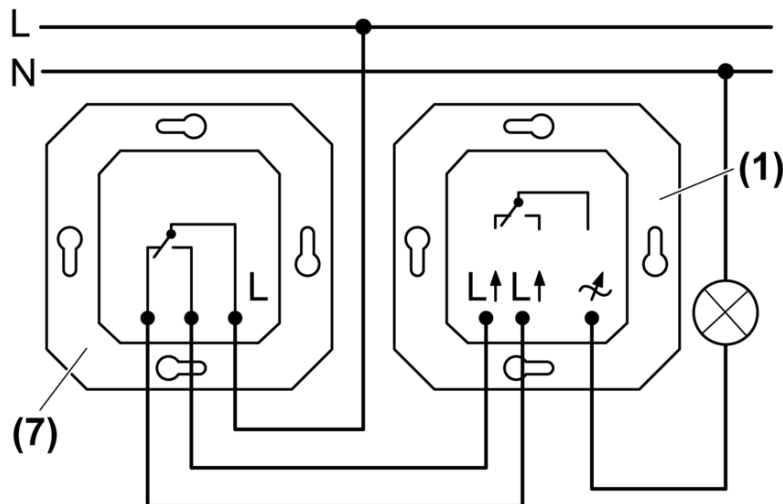

Figure 3: Commutation intermittente
- Raccorder le variateur (1) et l'interrupteur va-et-vient (7) conformément au schéma de raccordement (figure 3).